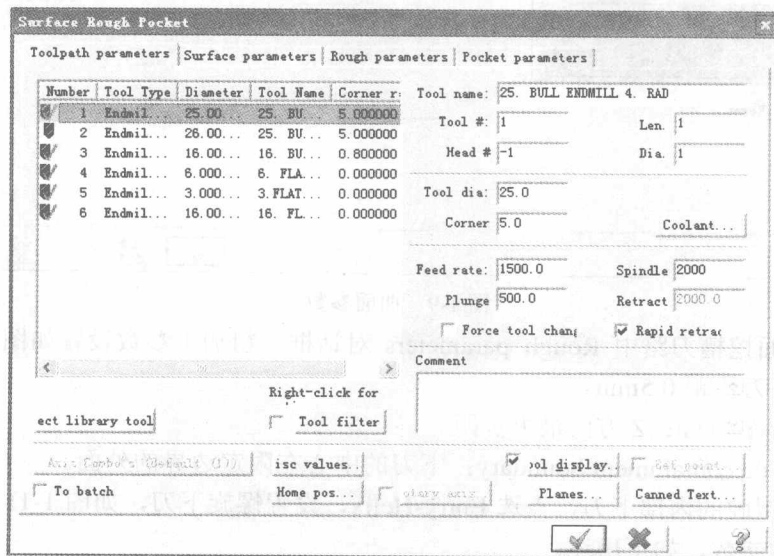

图 1-8 3D 曲面挖槽刀具参数界面
③ 选择完毕后，系统弹出 3D 曲面挖槽刀路对话框，进入如图 1-8 所示的刀具参数界面，选择合适的刀具及参数。选取 $\Phi 25R5$ 钨合金刀粒的圆鼻刀，进给率为 1500，下刀进给率为 500，退刀率为 2000，刀具转速为 2000r/min，刀具的刃数为 2 刃。